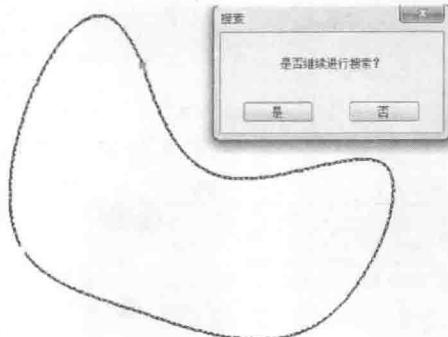

图 1.1.13 搜索检查
(1) 搜索环方面，改进了剖面环搜索算法，提高了搜索成功率，并优化了环检查提示，支持放大和移动来检查断点，更便于用户找到环的不封闭处，如图 1.1.13 所示。